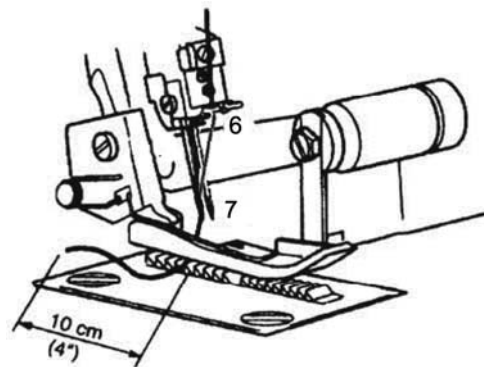

Fig. 33
5. Guidez le fil à travers l'aiguille gauche (7) (Fig. 33).
6. Posez le fil vers l'arrière, sous le pied-de-biche ❶.